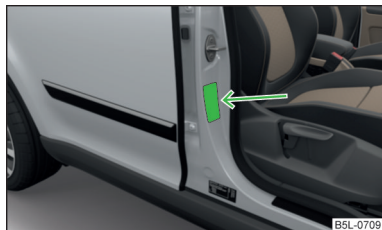

Fig. 149
- En el montante B del lado del acompañante » fig. 149. El adhesivo es visible al abrir la puerta del acompañante.